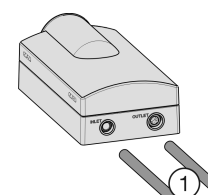

Fig. 38
- Mida la profundidad de inserción (E) de 21/32 " (17 mm) en el tubo delgado y haga una marca.
- Mida la profundidad de inserción (E) de 25/32 " (20 mm) en el tubo grueso y haga una marca.
- Introduzca los tubos flexibles Fig. 38 (1) hasta el tope (equivalente a la marca) en el módulo del filtro de agua superando la resistencia existente.